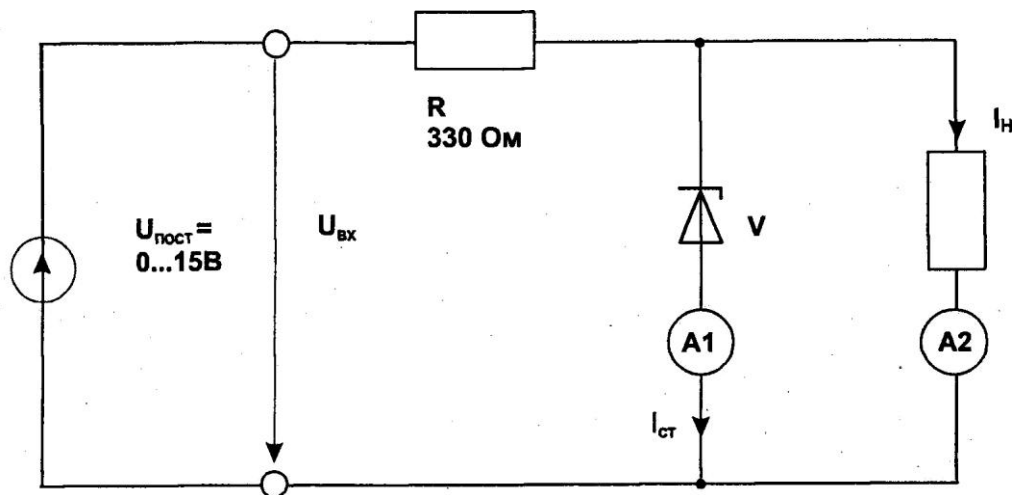

Рис. 3.2.3
- Соберите цепь согласно схеме (рис. 3.2.3), и устанавливая последовательно сопротивления нагрузки 10; 4,7; 2,2; 1; 0,68; 0,47 кОм, измерьте посредством мультиметра соответствующие значения токов I_{CT} и I_H и занесите их в табл. 3.2.2.